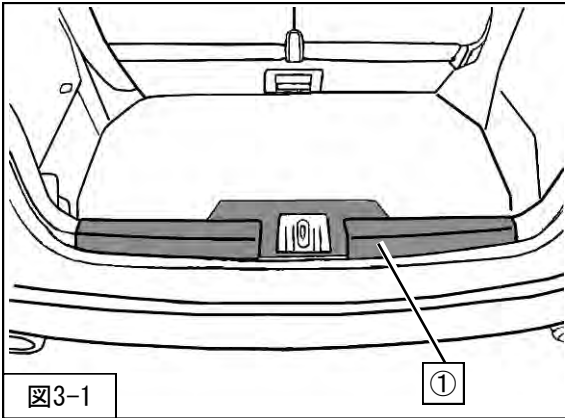

図3-1
2. ①リアパネルライニングを取外してください。(図3-1)